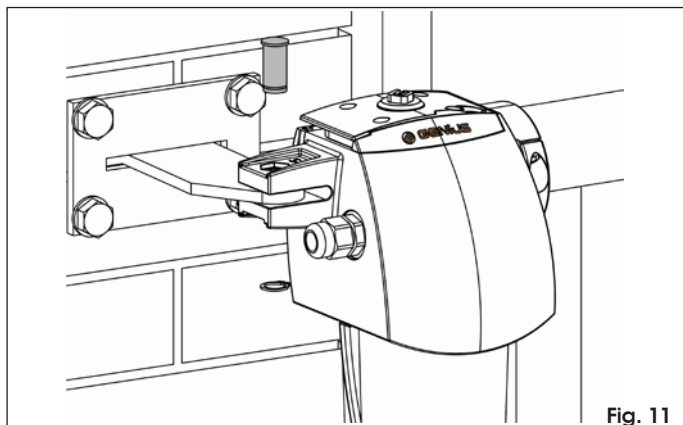

Fig. 11
- Bevestig de aandrijving aan de zojuist bevestigde achterste beugel met behulp van de bijgeleverde pennen en elastische ringen (Fig. 11).